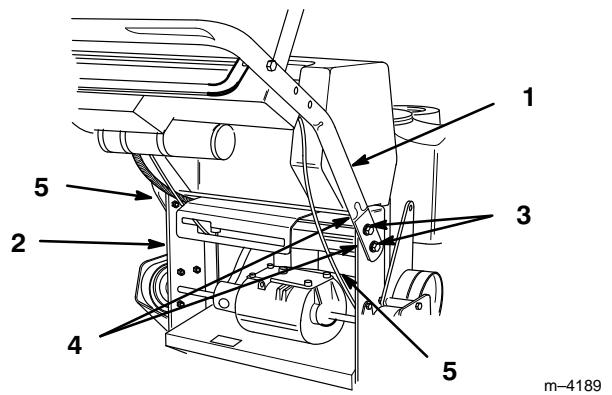

Figure 4
- Fixer le mancheron de chaque côté au moyen de 2 boulons à colerette de 26 mm (3/8-16 x 1") et de leurs écrous à collet (Fig. 4). Serrer les boulons à 34 N.m (25 ft. lbs.).
- Faire passer les fils et les câbles sous la traverse (Fig. 4).